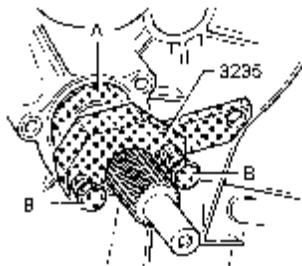

图 9-54 压入球轴承
(5) 然后放入换挡定位机构，并把它拧紧。
(6) 旋入用于转向轴的螺栓。
(7) 更换多功能传感器的 O 形密封圈，把多功能传感器小心地放入并拧紧。
(8) 检查在变速箱壳体中是否有用于变速箱盖的定位套，并把变速箱后盖装配在变速箱壳体的上面。
(9) 装配用于后主动轴球轴承的卡簧，然后把球轴承移到主动轴上。安装时，球轴承保持器的封闭面应对着变速箱壳体。
(10) 把压入装置的压力板 A 移到主动轴上，把压入装置放在离合器压盘的花键后面。预紧螺栓 B 使其座落在压盘 A 的凹口内，通过交替拧紧 (1/2 转) 螺栓，将球轴承压入至挡块，如图 9-54 所示。